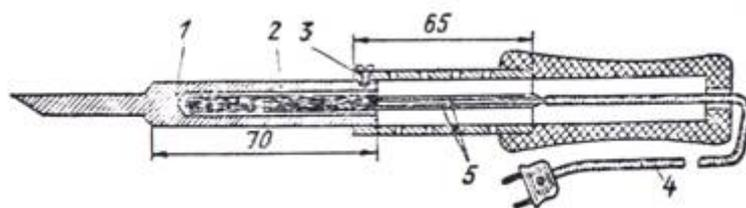

Рис. 2. Малогабаритный паяльник с нагревателем от катода мощной радиолампы:
1.3. Нагреватель для малогабаритного паяльника можно изготовить из подогревателя катода бывшей в употреблении мощной радиолампы, например 6Н5С (рис. 2). Покрытие нагревателя изолирует его электрически от жала паяльника. Медный стержень диаметром 6 мм рассверлен с торца под диаметр нагревателя, так чтобы обеспечить хороший тепловой контакт нагревателя с жалом. Фиксируется жало в трубке крепежным винтом. Выводы нагревателя соединены со шнуром питания и изолированы один от другого и от стенки трубки асбестовой нитью и теплостойкой клеевой пастой.